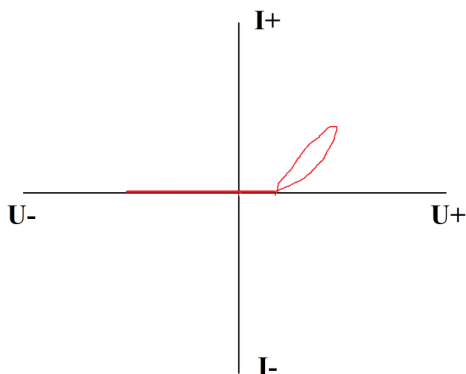

Рисунок 41. Соединение конденсатора и диода.
- Соединение конденсатора и диода (Рисунок 41):